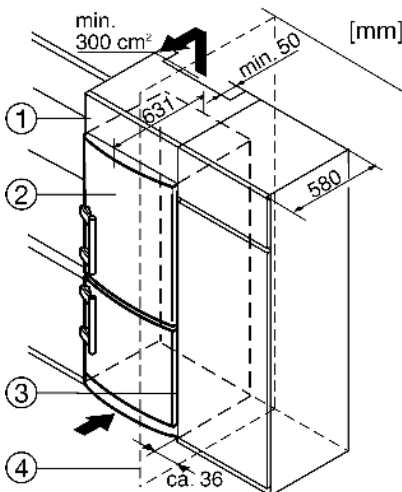

Fig. 11
Устройство может быть окружено предметами кухонной обстановки. Чтобы уравнивать устройство Fig. 11 (2) по высоте с кухонной стенкой, можно установить над устройством соответствующий дополнительный шкафчик Fig. 11 (1).
При комбинировании с обычными кухонными шкафами (глубиной макс. 580 мм) устройство можно установить непосредственно рядом с кухонным шкафом Fig. 11 (3). Дверца устройства выступает по сторонам на 34 мм и по центру устройства на 50 мм относительно передней стенки кухонного шкафа. Поэтому ее можно свободно открывать и закрывать. Важно для вентиляции:
Если устройство установлено на шарнирах у стены Fig. 11 (4), то расстояние между устройством и стеной должно быть не менее 36 мм. Настолько выступает ручка при открытой дверце.